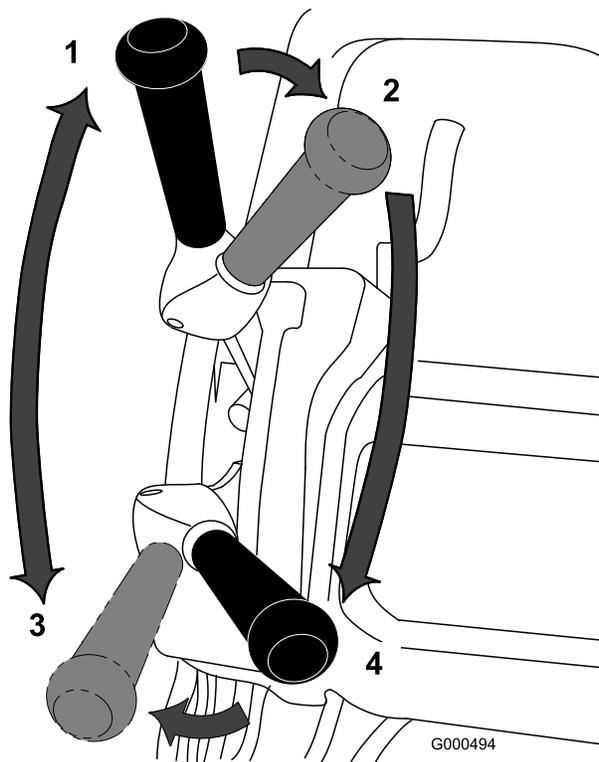

图 31
1. 启动机器将油门设置为低速向下推动手柄以提起滚刀组压低操作员到位控制装置将牵引和滚刀驱动接合杆移至前进行驶位置使机器行驶到果岭的环圈上图 31。
2. 将接合杆移至空档位置图 31。
3. 将接合杆移至牵引——空档位置和滚刀驱动——分离位置图 31。
4. 将牵引杆移至牵引——前进和滚刀驱动——接合位置图 31 增加油门速度直至机器按照所需的地面行驶速度行驶将机器行驶到果岭上将滚刀组放低到地面上然后开始剪草。